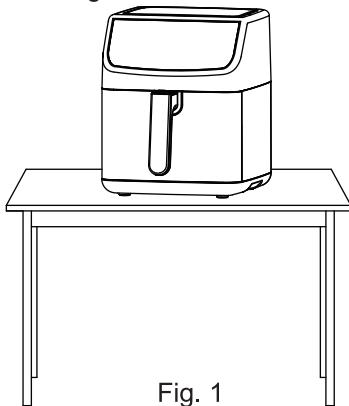
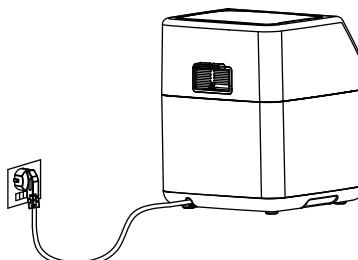

Fig. 1
Fig. 2
- Il prodotto deve essere posto in modo stabile sul piano di lavoro (Fig. 1), in modo che il cavo di alimentazione sia abbastanza lungo da poterlo collegare alla presa (Fig. 2); occorre ventilare l'aria circostante al prodotto e assicurarsi che esso non venga a contatto con sostanze infiammabili.